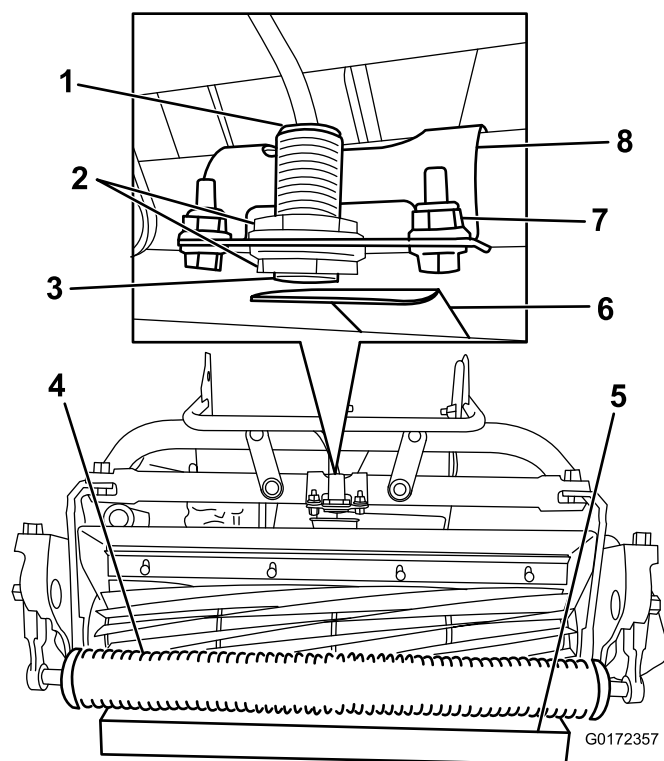

Figura 10
2. Allentate i controdadi sul sensore e regolatelo in modo che sia visibile un filetto dopo il controdado inferiore (Figura 10).
4. Posizionate un blocco da 3,8 cm sotto il rullo dell'apparato di taglio anteriore (Figura 10).
5. Allentate i fermi che fissano la staffa del sensore al telaio (Figura 10).
8. Ruotate la staffa del sensore verso la piastra di misurazione in modo che la luce sopra il sensore si accenda (Figura 10). Se la luce era già accesa, allontanatela dalla piastra di misurazione in modo che si spenga, quindi invertite la direzione finché non si riaccende.